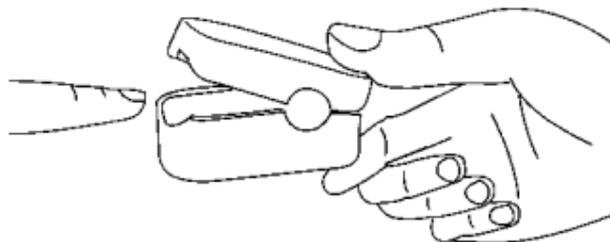

Figure 4
1. Ouvrez le capteur comme montré dans la Figure 4